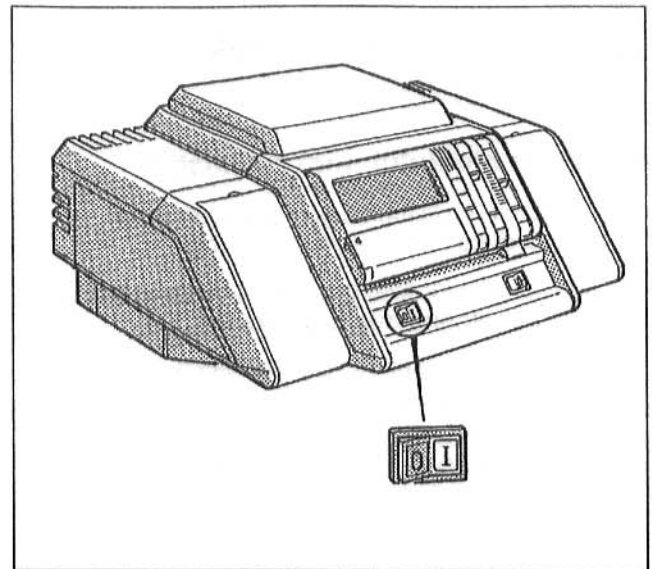

Fig. 1: Punerea în funcțiune a arzătorului de gaz
- Comutatorul funcționării (Fig. 1) se aduce pe poziția I (ON).
- Comutatorul funcționare (Fig. 1) se aduce pe poziția 0 (OFF).